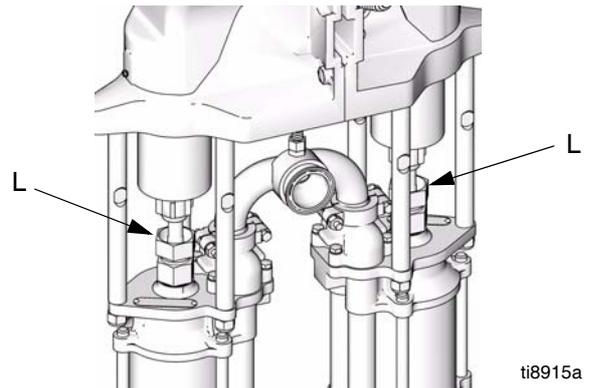

FIG. 6. Rellene las copas húmedas
Rellene las copas húmedas de la bomba (L) con líquido de sello para roscas (TSL) Graco 206994. Vea la FIG. 6.